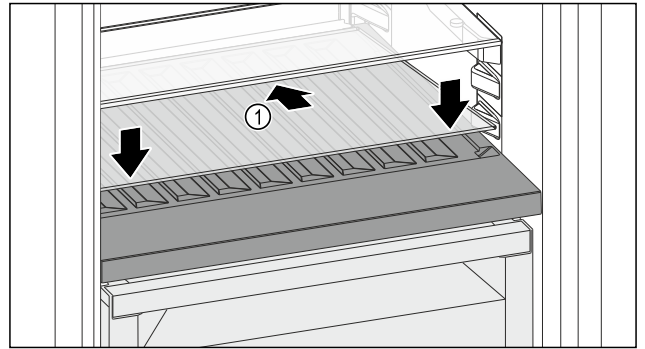

Fig. 151
- ▶ Helyezze be ferdén, hátul lefelé döntve az üveglapot Fig. 151 (1).
- ▶ Engedje le az üveglap Fig. 151 (1) elejét.